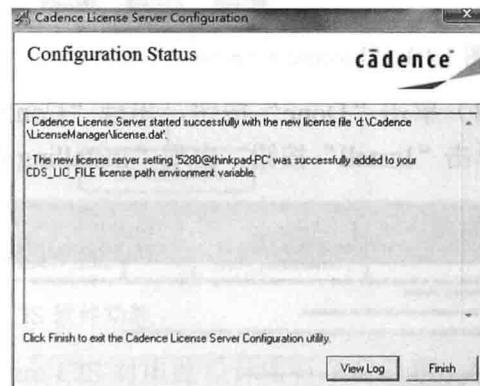

图 1.2.27 “Configuration Status”对话框
(15) 单击“Next”按钮，出现“Configuration Status”对话框，如图 1.2.27 所示。单击“Finish”按钮，完成 Cadence 软件的安装。